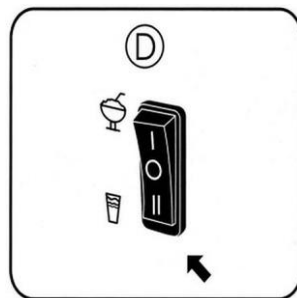

Рис. 5
Однако левый резервуар предназначен для холодных напитков. Чтобы приготовить в этом резервуаре холодный напиток, установить переключатель (D) в положение «Охлаждение», как показано на рис. 5.